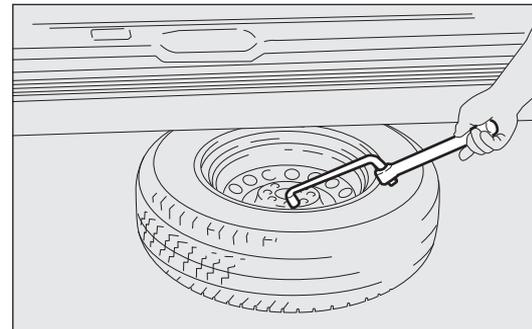

Abb. 158
- mit dem Radschlüssel das Rad unter dem Fahrzeug hervorziehen Abb. 158;